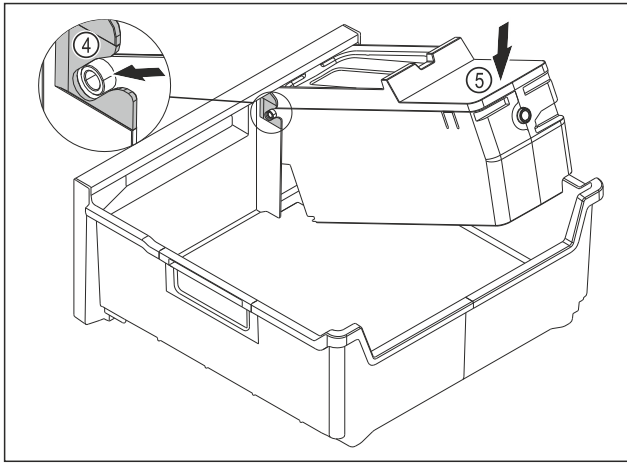

Fig. 109
- Montimi i kutisë EasyTwist-Ice: Futni akset e kutisë EasyTwist-Ice në kanalet udhëzuese Fig. 109 (4).
- Shtypni për poshtë kutinë EasyTwist-Ice Fig. 109 (5) në pjesën e pasme.